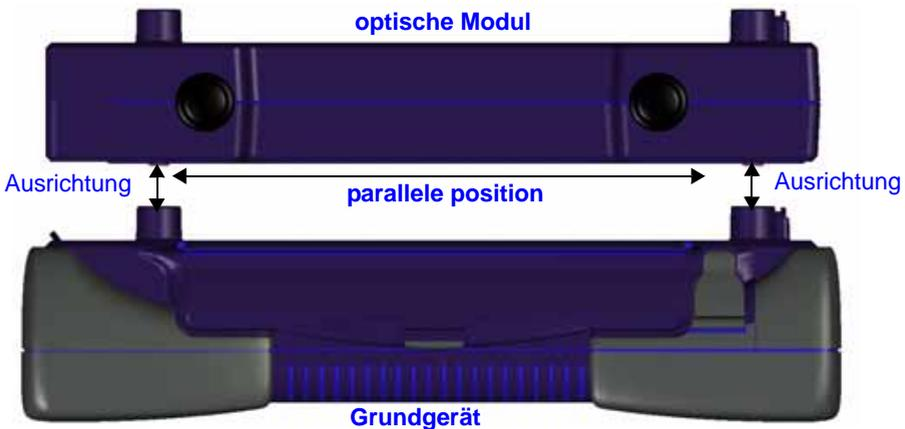

Abb. 6 Korrekte Ausrichtung von Modul und Grundgerät
Parallele Position: Achten Sie darauf, dass Sie das Modul bzw. das Akku-Modul parallel zum Grundgerät bzw. Modul halten (siehe Abb. 6 auf Seite 14). Wenn das Modul oder das Grundgerät verkantet werden, besteht die Gefahr einer Beschädigung der Anschlüsse
- c **ACHTUNG: Gefahr der Beschädigung der Steckverbinder!** Vergewissern Sie sich, dass Sie das Modul parallel zum Grundgerät halten (siehe Abb. 6). Wenn das Modul auch nur geringfügig verkantet wird, kann es passieren, dass die Steckverbindung nicht korrekt hergestellt wird und *die Anschlüsse beschädigt* werden
- c **ACHTUNG: Gefahr der Beschädigung der Steckverbinder!** Vergewissern Sie sich, dass Sie das Modul parallel zum Grundgerät halten (siehe Abb. 6 auf Seite 14). Wenn das Modul auch nur geringfügig verkantet wird, kann es passieren, dass die Steckverbindung nicht korrekt hergestellt wird und die Anschlüsse beschädigt werden.